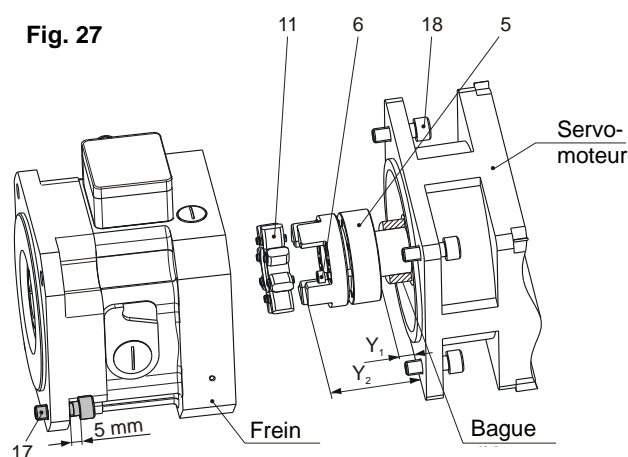

Fig. 28
3. Visser les vis à tête cylindrique (17) frein/machine (laisser env. 5 mm de filet libre, fig. 28).
4. Régler le moyeu à bague conique (1) côté entraîné à la cote de montage « W » en déplaçant axialement selon le tableau du chapitre **4.5**. Nous conseillons d'utiliser une bague d'écartement adaptée comme butoir fixe.
5. Serrer les vis à tête cylindrique (2) par étape (en 3 à 6 fois maximum) et en croix au couple de serrage selon le tableau du chapitre **4.5**.
6. Tirer le frein jusqu'en butée sur les têtes des vis (17) (vis de fixation frein/machine) et ensuite le glisser à nouveau sur la machine (explication : dégagement du rotor (22)).
7. Serrer les vis à tête cylindrique (17) frein/machine.